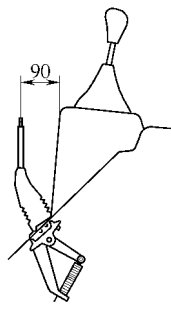

图 12-49 使操纵箱和换挡杆的螺钉
2) 使操纵箱和换挡杆的螺钉顶部之间保持标准间距，如图 12-49 所示。